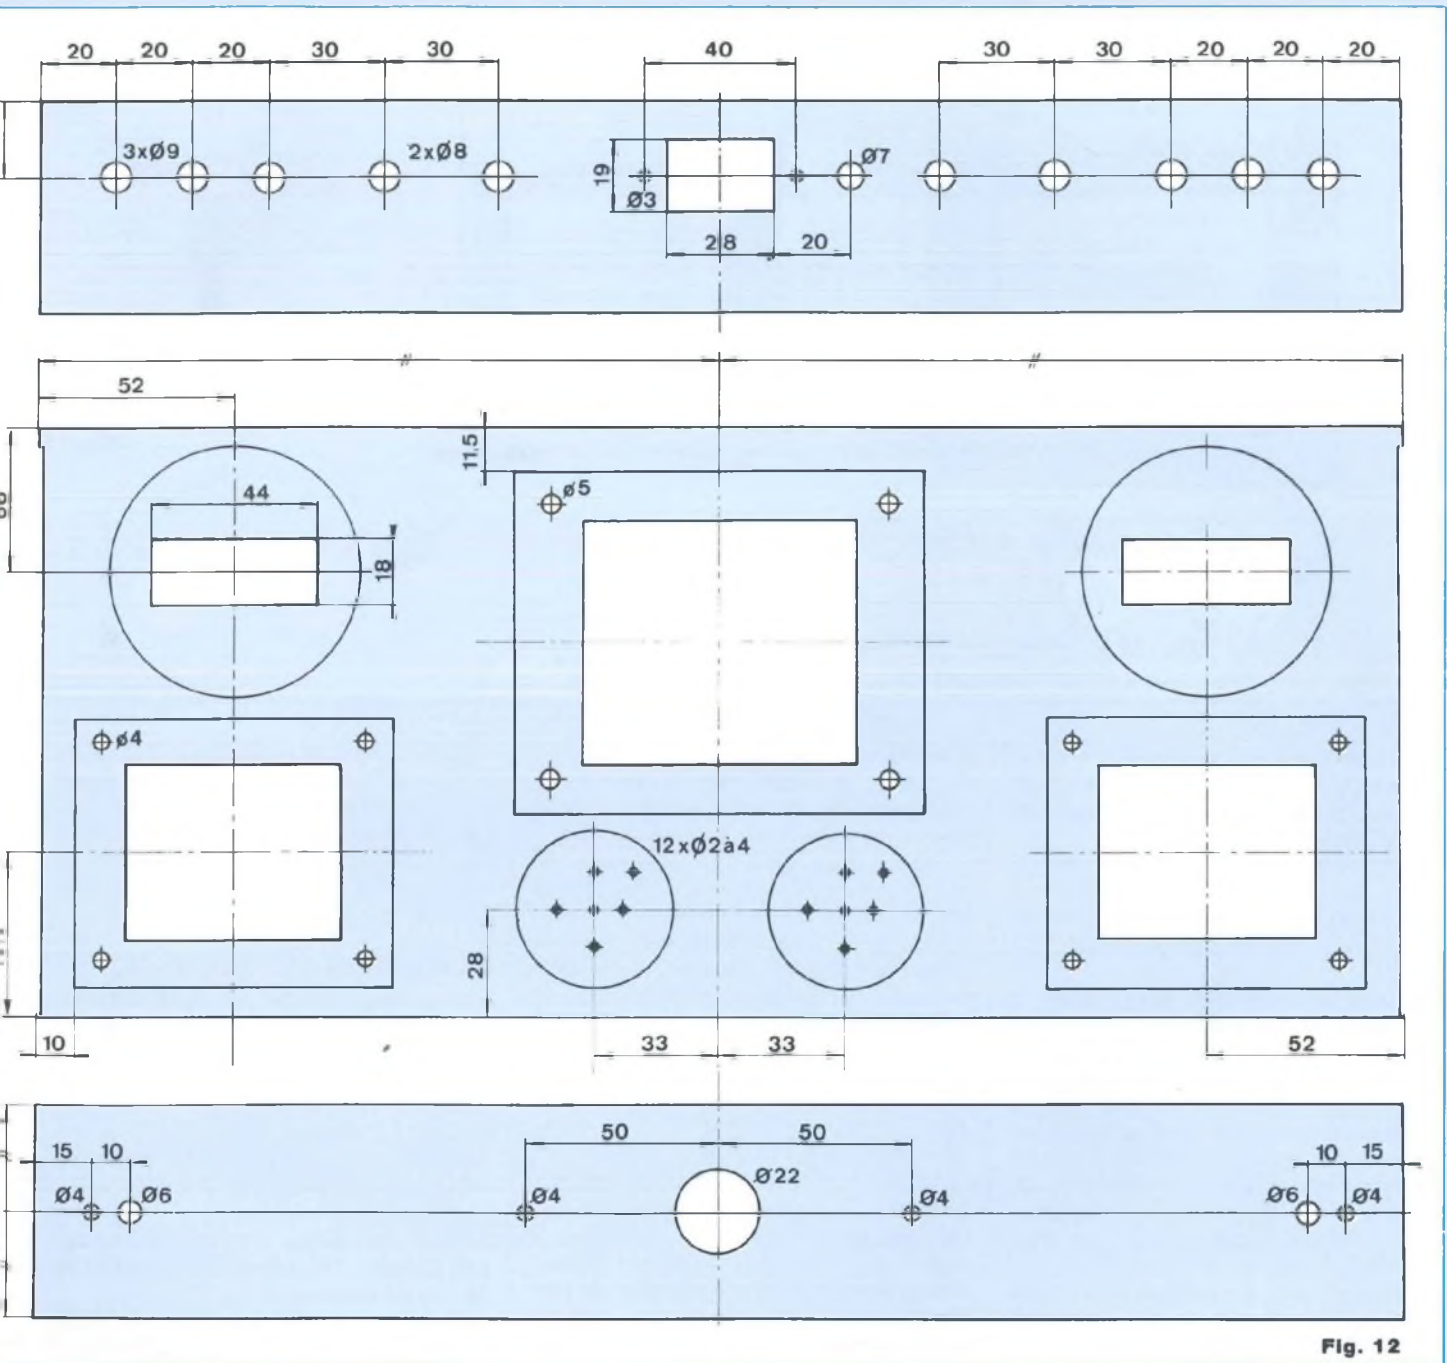

Fig. 12
La figure 12 donne toutes les indications nécessaires quant aux perçages à prévoir dans le châssis arrière, au
- Pour le transformateur d'alimentation et ceux adaptateurs d'impédance, afin de ne pas surcharger en cotations la figure 12, nous donnons uniquement leur positionnement sur le châssis (axe de symétrie), ce qui suffit à leur mise en place après avoir dessiné sur une feuille de papier ou de calque ces éléments massifs. Il faut en effet connaître avec précision l'emplacement de la découpe des fenêtres par rapport aux trous de fixations.